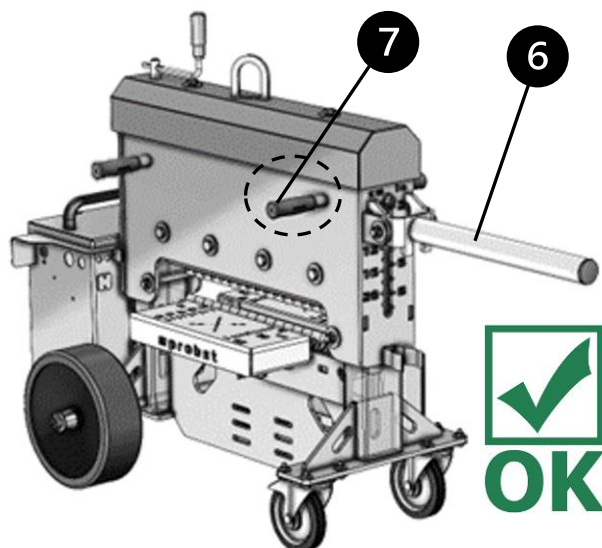

Abb. 2
- Transport (przenoszenie) pustego urządzenia (bez kamiennej płyty) może odbywać się wyłącznie ręcznie poprzez podniesienie/uchwycenie dźwigni transportowej **6** (lub czerwonych uchwytów **7** z boku). W tym celu należy przesunąć dźwignię transportową **6** do pozycji poziomej. → Abb. 2